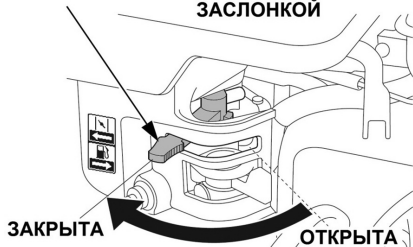

Рис. 12 Рычаг управления воздушной заслонкой
2. Закройте воздушную заслонку карбюратора. Для этого переведите рычаг управления воздушной заслонкой в крайнее левое положение (Рис. 12). Если двигатель горячий, воздушную заслонку не закрывайте.